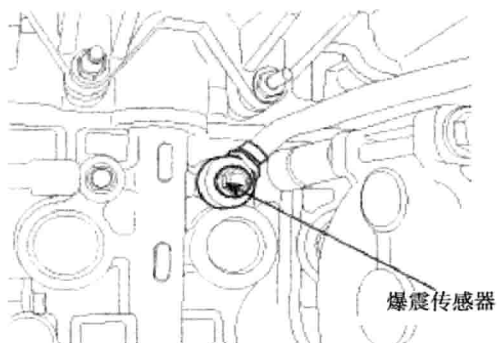

图 1-1-10 爆震传感器 (KS) 位置图
(10) 爆震传感器 (KS) 位置图如图 1-1-10 所示。